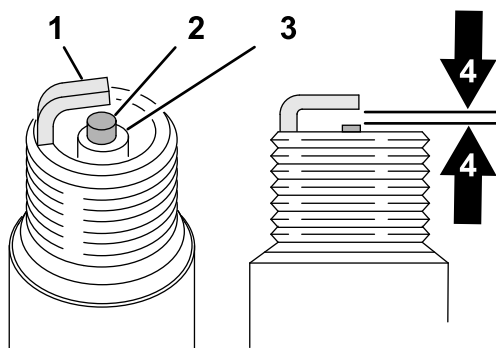

Figure 165
1. Examinez le centre des bougies (Figure 165). Si l'isolateur est recouvert d'un léger dépôt gris ou brun, le moteur fonctionne correctement. S'il est couvert d'un dépôt noir, c'est généralement signe que le filtre à air est encrassé.